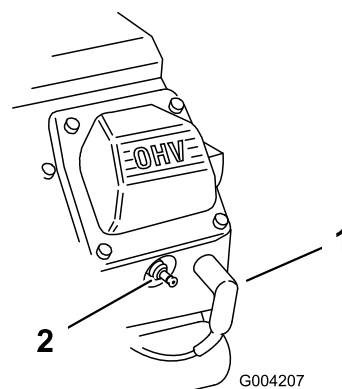

Figure 50
- Débranchez les bougies (Figure 50).
3. Rebranchez les bougies (Figure 50).